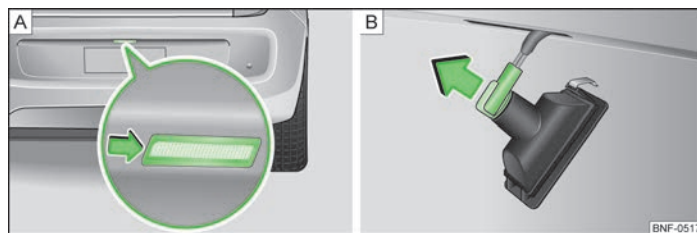

Fig. 125 Cambiar la bombilla para luz de matrícula
- Introducir un objeto delgado apropiado, p.ej. un destornillador, en la entalladura en el sentido de la flecha y extraer apalancando la luz de matrícula con cuidado desde el paragolpes » fig. 125 - **A**.
- Girar el portalámparas **en sentido contrario** al de las agujas del reloj y extraerlo en el sentido de la flecha » fig. 125 - **B**.